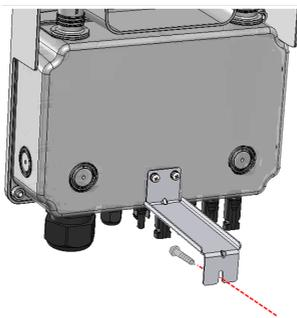

Figura 13: Fissare l'Unità di sicurezza CC alla parete
4. Contrassegnare la posizione del foro richiesto per la vite atta a fissare la staffa dell'Unità di sicurezza CC alla parete (vedi *Figura 13*) e rimuovere l'inverter dalla parete.